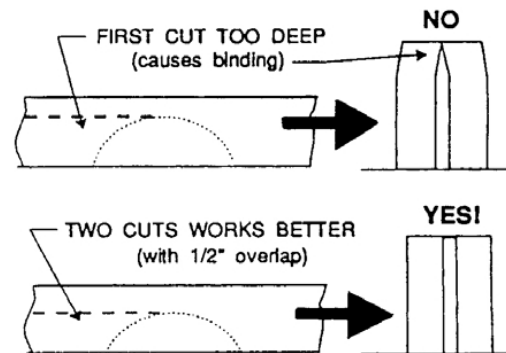

Рис. 32
- Не используйте упор для распила под углом 45 градусов и параллельный упор в одной и той же операции, если к параллельному упору не прикреплена накладка, чтобы позволить торцеванной части заготовки прибывать в свободном перемещении, при торцевании следующей части (рис. 32).
В распиловке более толстых досок, установите высоту пильного диска, чтобы наложить на два пропила 1/2" высоту зуба, как показано на рис. 32. Слишком глубокий первый пропил может привести к зажиманию пильного диска и возможным травмам на втором пропилом. Всегда устанавливайте ту же самую сторону доски против упора для обоих пропилов.